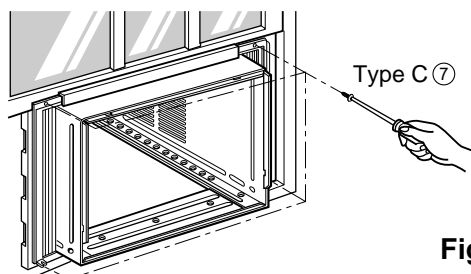

Fig. 6
9. Fixez chaque volet d'étanchéité ① à la coulisse de châssis à l'aide de vis de type C ⑦. (Voyez la fig. 6.)